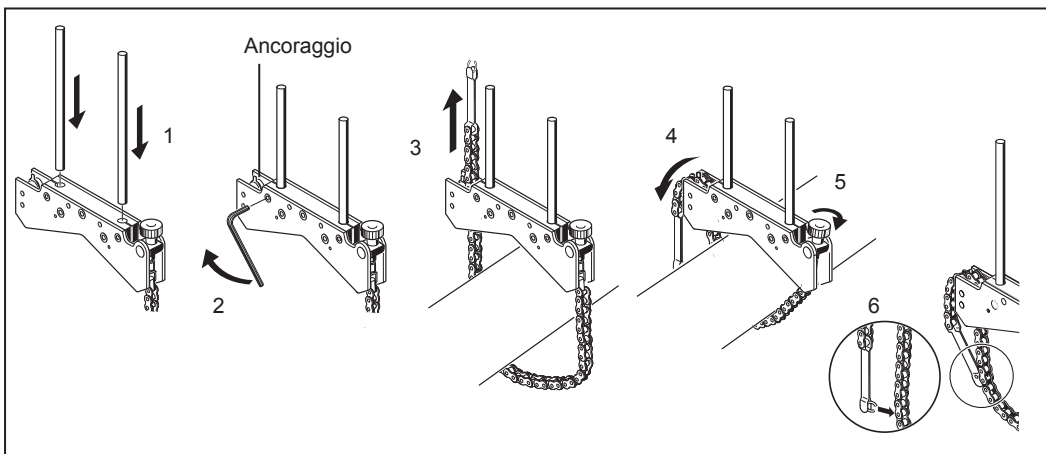

Figura 7-1. Montaggio della staffa passo-passo
3. Posizionare la staffa sull'albero o sull'accoppiamento. Avvolgere la catena intorno all'albero e inserirla attraverso l'altro lato della staffa: se l'albero è più piccolo della larghezza del telaio della staffa, inserire la catena dall'interno della staffa, come mostrato nella Figura 7-1; se l'albero è più grande della larghezza della staffa, inserire la catena nel telaio dall'esterno.